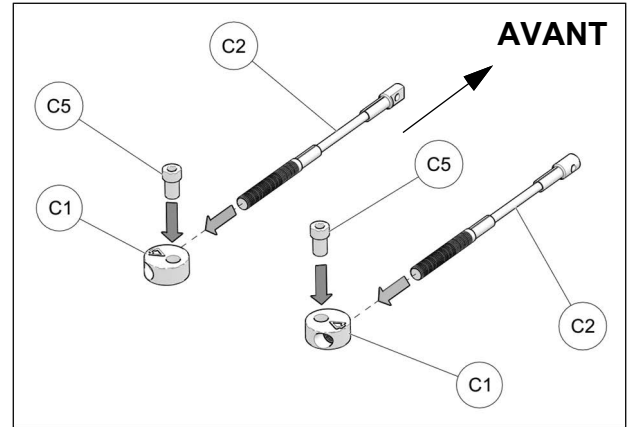

Fig. 27
16. Assembler les câbles des limiteurs de conduite (C2), les disques en aluminium (C1) et les bagues espaceurs (C5) tel que montré à la Fig. 27